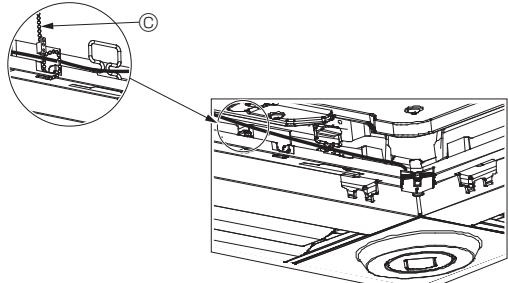

Fig. 10-12
- Sujete los cables del sensor i-See y del receptor de señales en el panel con el remache de la forma mostrada en el diagrama procurando que queden tensos, y luego corte el sobrante en el extremo del remache. (Fig. 10-12)
- Si la posición del sensor i-See ha cambiado de “Ⓐ” (E) a “Ⓑ” (F), cambie los ajustes de función. (Véase la página 48.)